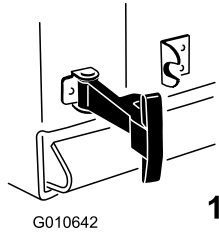

Figure 8
7. Accrochez le verrou flexible avant de l'éjecteur à la gâche de retenue qui est soudée à la paroi avant du plateau (Figure 8). Accrochez le verrou flexible, fixé